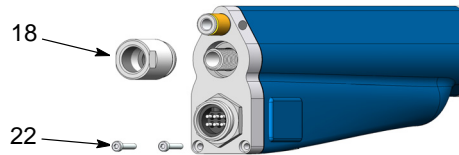

Abb. 21 Wärmesenkschrauben und Haltemutter abnehmen
6. Siehe Abbildung 21. Die zwei Schrauben (22) mit einem 2,5 mm Innensechskantschlüssel abnehmen, dann die Haltemutter (18) abschrauben.
5. Siehe Abbildung 21. Die Haltemutter (18) auf den Pulverschlauchkanal schrauben und gut festziehen. Nicht zu fest anziehen. Sonst reißt das Kunststoffgewinde am Pulverschlauchkanal aus.
6. Die zwei Innensechskantschrauben (22) in der Wärmesenke installieren und gut festziehen.